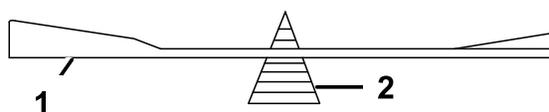

Figura 55
2. Controllate l'equilibrio della lama posizionandola su un bilanciatore (Figura 55).